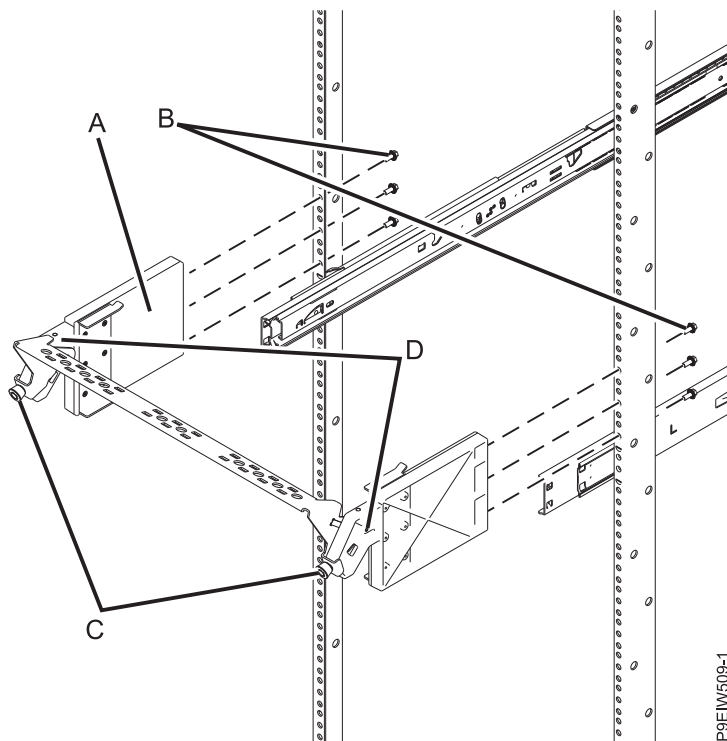

Figura 11. Conectando o suporte de gerenciamento de cabos ao rack
3. Monte o suporte de gerenciamento de cabos conectando a barra do organizador de cabos aos suportes de gerenciamento de cabos, usando dois parafusos M3 (D), como mostrado na Figura 11 na página 14.
- a. Na parte traseira do rack, segure um lado do suporte de gerenciamento de cabos montado (A) contra o flange do rack. Assegure-se de que o suporte fique alinhado com os locais que você marcou na etapa 2 na página 13.
- b. No interior do rack, instale três parafusos (B) através dos flanges do rack e no suporte de gerenciamento de cabos (A), como mostrado na Figura 11.
5. Ajuste o suporte de gerenciamento de cabos de acordo com suas necessidades, puxando os parafusos de aperto manual (C) e inclinando o suporte, como mostrado na Figura 11.